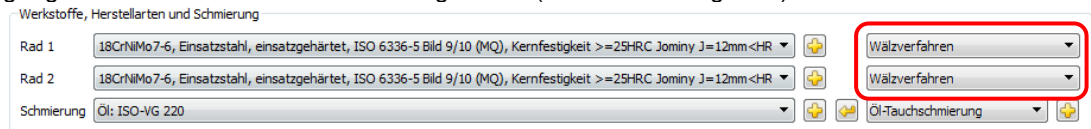

Abbildung 2.17 Herstellarten „Wälzverfahren“ und „Formschneideverfahren“
11. Im Reiter „**Festigkeit**“ die gewünschte „Rechenmethode“ anwählen (ISO, DIN, AGMA, VDI, beziehungsweise ISO Proposition für Hypoidräder). Unter „**Werkstoffe, Herstellarten und Schmierung**“ die Einstellungen „Wälzverfahren“ oder „Formschneideverfahren“ anwählen, was die Zahnfussdicke beeinflusst. Die Faustregel ist, dass bei Übersetzungen $i > 2.5$ das „Formschneideverfahren“ für Tellerräder gewählt wird, um eine schnellere Fertigung zu erzielen. Das Ritzel ist immer gewälzt. (siehe Abbildung 2.17).